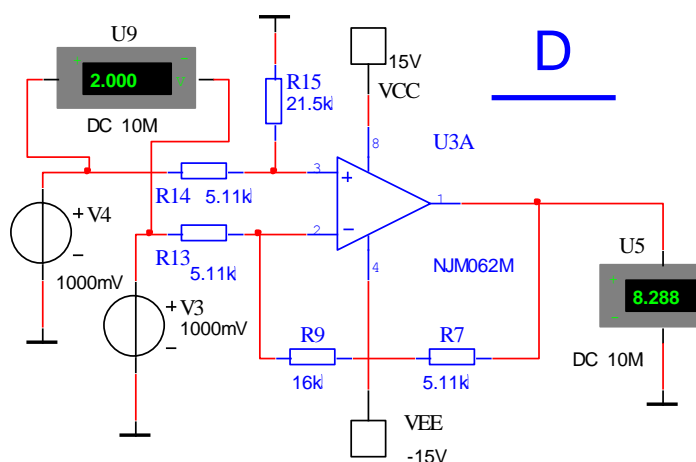

Рисунок 2.4
2.5 Активировать программу (меню «Simulate/Run») и провести эксперимент со схемой дифференциального усилителя (схема D, рисунок 2.4).